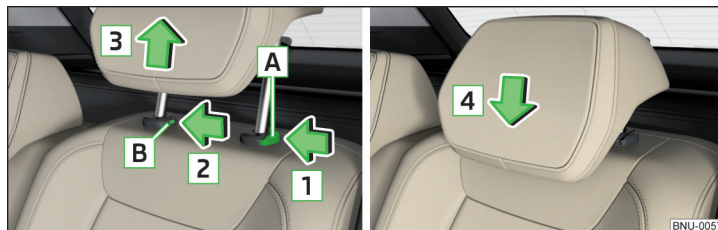

Fig. 91 Extraer / introducir el reposacabezas
- Mantenga pulsada la tecla de seguridad **A** en sentido de la flecha **1**, presionando al mismo tiempo con un destornillador plano (con un ancho de máx. 5 mm) la tecla del seguridad en la apartura **B** en sentido de la flecha **2** y retirar el reposacabezas en sentido de la flecha **3** » fig. 91.
En los asientos VarioFlex se puede retirar solamente el reposacabezas desplazado del respaldo central cuando se mantiene pulsado el botón de seguridad **A** » fig. 91.